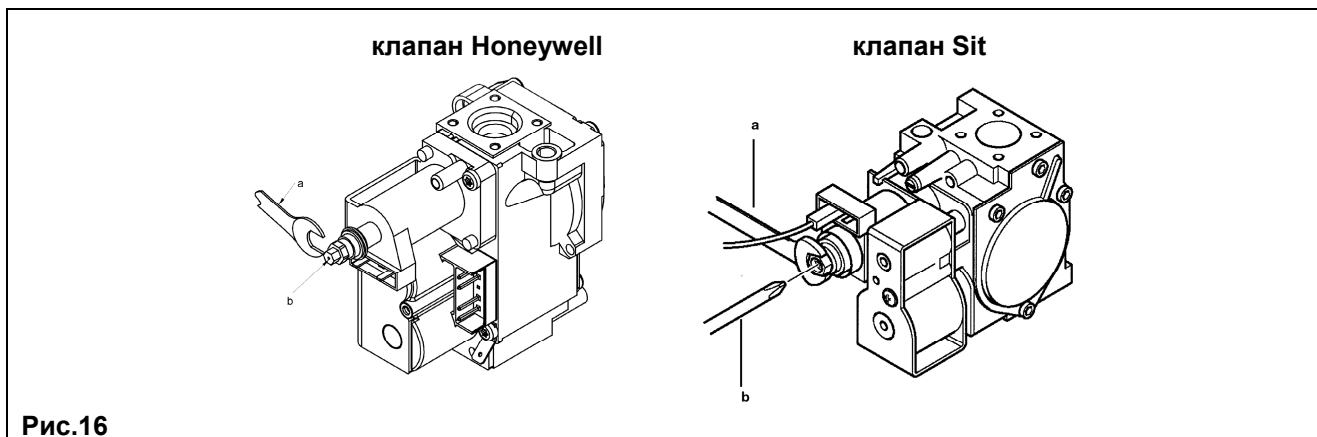

Рис.16
- Проверить давление газа на горелке согласно таблице 1 для соответствующей модели котла и соответствующего типа газа. При необходимости снять крышку модулятора и поворачивать латунный винт ключом **a** (ключ **a**, рис.16) до достижения давления, указанного в таблице 1 для соответствующей модели котла и соответствующего типа газа.
- Отсоединить провод питания модулятора. Котел перейдет в режим минимальной мощности. Проверить давление газа на горелке согласно таблице 1 для соответствующей модели котла и соответствующего типа газа. При необходимости поворачивать винт (поз. **b**, рис. 16) до достижения давления, указанного в таблице 1 для соответствующей модели котла и соответствующего типа газа.